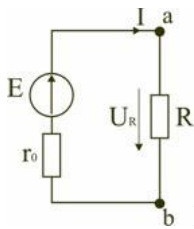

Рис. 1.3
Соотношение между током  $I$ , напряжением  $U_R$  и сопротивлением  $R$  участка ab электрической цепи (рис. 1.3) выражается законом Ома
**Закон Ома для всей цепи** определяет зависимость между ЭДС E источника питания с внутренним сопротивлением  $r_0$  (рис. 1.3), током I электрической цепи и общим эквивалентным
Сопротивления в электрических цепях могут быть соединены последовательно, параллельно, по смешанной схеме и по схемам «звезда», «треугольник». Расчет сложной схемы упрощается, если сопротивления в этой схеме заменяются одним эквивалентным сопротивлением  $R_{\text{экв}}$ , и вся схема представляется в виде схемы на рис. 1.3, где  $R = R_{\text{экв}}$ , а расчет токов и напряжений производится с помощью законов Ома и Кирхгофа.